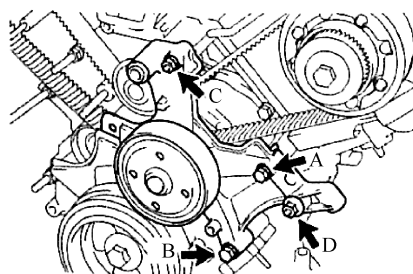

图 1-31 安装惰轮总成
(5) 安装惰轮总成 用两个螺栓和两个螺母安装惰轮，见图 1-31 和表 1-1。